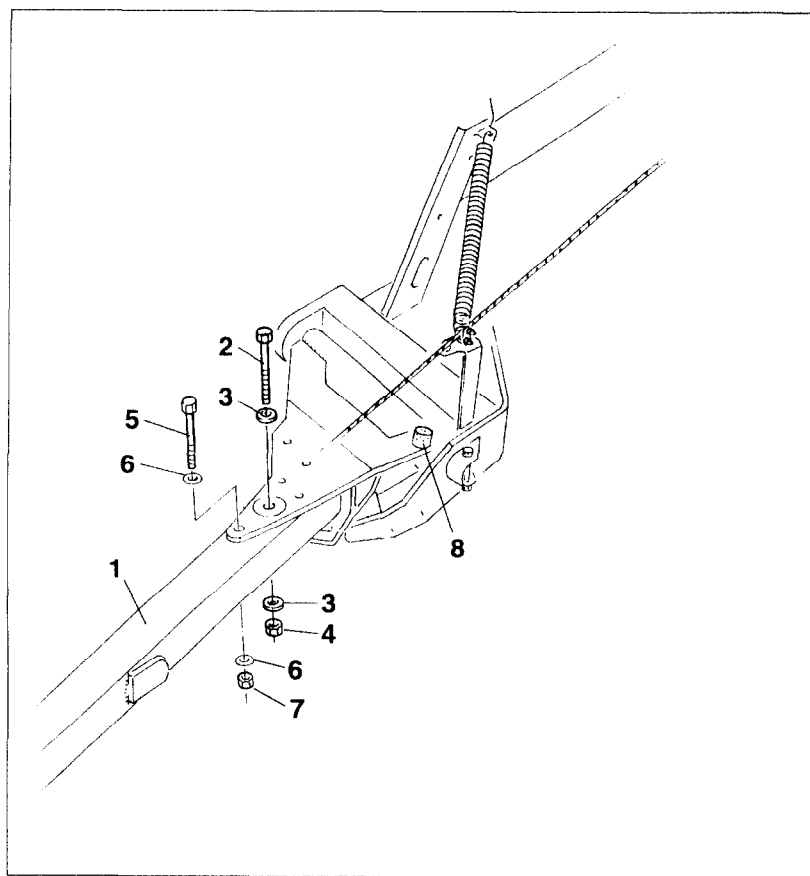
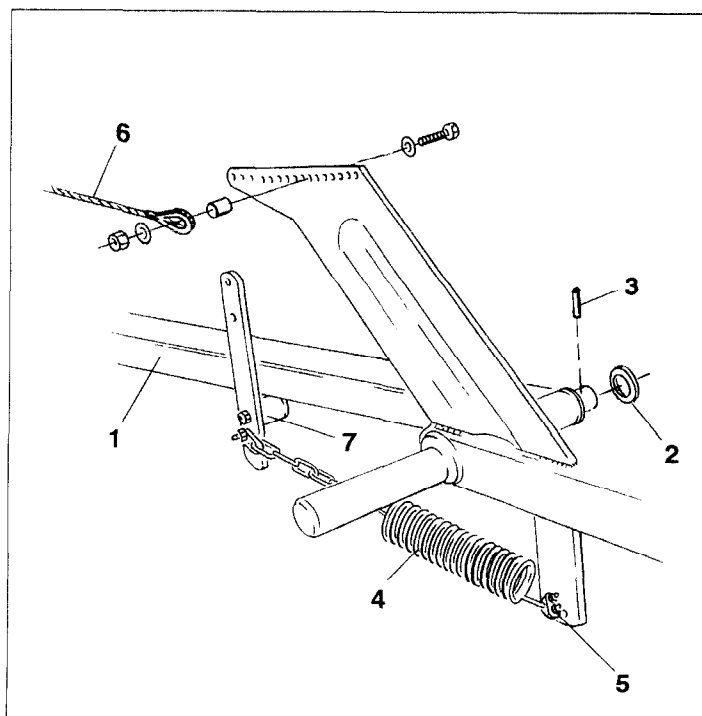

Fig. 10.5
Fig. 10.6
- vissez les bras des traceurs (fig. 10.5/1) en utilisant :
- une vis 6 pans M10 x 110, 8.8 DIN 931 (fig. 10.5/2),
- deux rondelles 10,5 x 30 x 2,5 DIN 9021 (fig. 10.5/3) et
- un écrou autobloquant M10, 8 DIN 980V (fig. 10.5/4).
- une vis 6 pans M14 x 100, 8.8 DIN 931 (fig. 10.5/5),
- deux rondelles 14 DIN 6796 (fig. 10.5/6) et
- un écrou autobloquant M14, 8 DIN 980V (fig. 10.5/7).
- fixez le tube articulé (fig. 10.6/1) sur le bras du traceur avec
- une rondelle 36 x 50 x 2 (fig. 10.6/2) et
- verrouillez avec une goupille élastique 10 x 50 DIN 1481 (fig. 10.6/3).
- vissez ou assemblez à l'aide d'un collier pour câble (fig. 10.6/4) , le ressort (fig. 10.6/5) et la chaîne au tube articulé du traceur.
- fixez les câbles (fig. 10.6/6) de liaison du boîtier inverseur aux deux bras de traceur au moyen du perçage central.
Le tampon amortisseur (fig. 10.5/8) placé sur le bras support de traceur et le tampon amortisseur (fig. 10.6/7) placé sur le tube articulé du traceur ne doivent pas être enlevés et doivent être remplacés en cas d'usure !